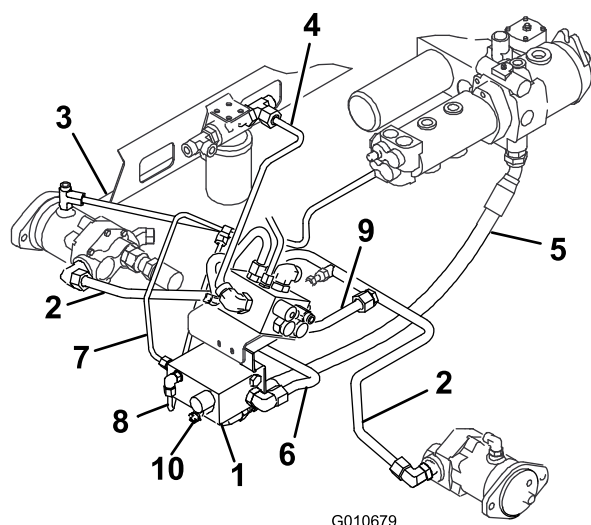

Figura 7
12. Remova o tampão do tubo hidráulico C (Figura 7, chamada 4).
13. Instale o novo tubo hidráulico F ao encaixe recto no lado direito do colector do divisor de caudal (Figura 7). Ligue a outra extremidade ao encaixe no tubo hidráulico C.
14. Remova o tampão do tubo hidráulico B (Figura 7, chamada 3).
15. Instale o novo tubo hidráulico G ao encaixe de 90 graus no lado direito do colector do divisor de caudal (Figura 7, chamada 8). Ligue a outra extremidade ao encaixe no tubo hidráulico B.
17. Instale o novo tubo hidráulico H ao encaixe recto no lado direito do colector do divisor de caudal (Figura 7, chamada 9). Ligue a outra extremidade ao encaixe no tubo hidráulico A.
22. Corte a braçadeira para libertar o conector e ligue o conector ao solenóide hidráulico no colector do divisor de caudal (Figura 7).